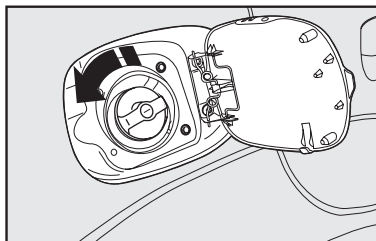

fig. 100
- Gire la llave en sentido antihorario y gire la tapa en el mismo sentido, hasta que esta se libere **fig. 100**.